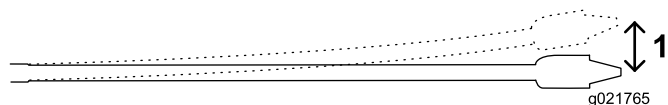

Figura 51
Los tubos de 3 m (10 pies) utilizados en esta máquina pueden flexionarse un 8% en la longitud del tubo; esto equivale a una desviación lineal de no más de 20 cm (8") (Figura 51).
- Se insertan los primeros 3 m (10 pies) de broca/tubo en el suelo sin desviación. El extremo de la broca estará a una profundidad de 76 cm (30") (Figura 51).